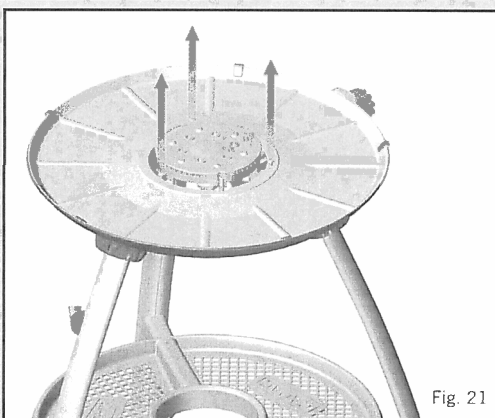
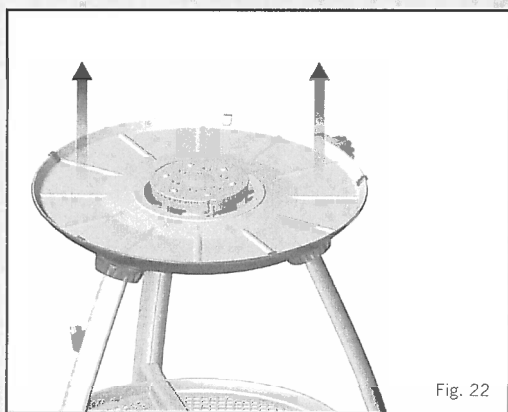
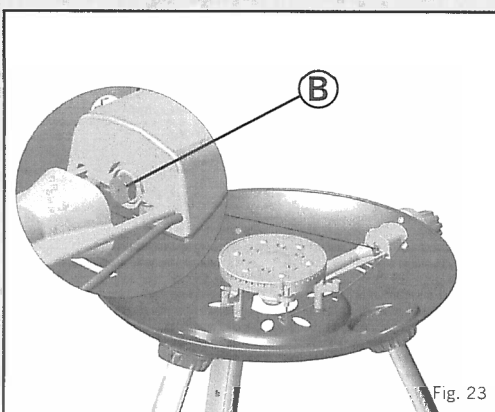

Fig. 21
Fig. 22
Fig. 23
- Pour remplacer l'injecteur : retirer les trois vis de l'écran thermique (Fig. 21). Retirer l'écran thermique (Fig. 22) en prenant soin de ne pas endommager l'électrode piézo-électrique. L'injecteur (B) peut à présent être retiré à l'aide d'une clé adaptée (Fig. 23). Ne pas utiliser de pince sur l'injecteur car elle pourrait l'endommager et le rendre inutilisable ou impossible à retirer. Visser le nouvel injecteur dans la valve. Ne pas trop serrer car cela pourrait endommager l'injecteur.